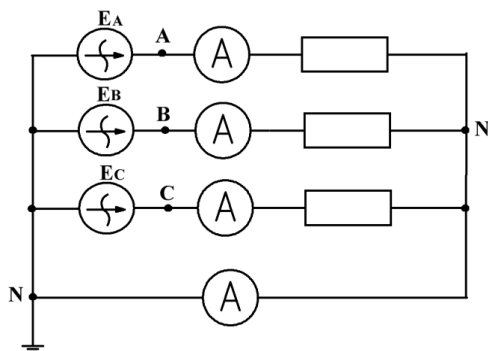

Рис. 1
1. Собрать на стенде схему Рис.1